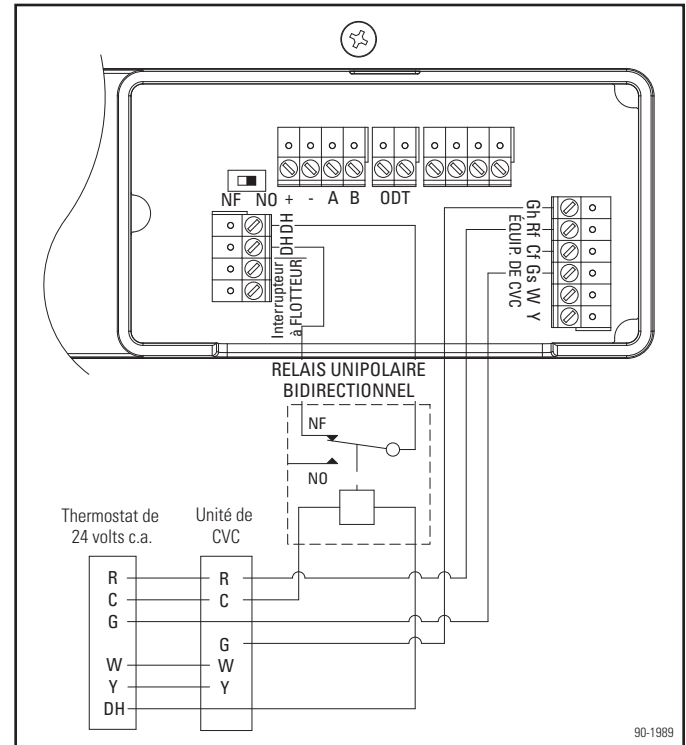

Figure 21. Connexions du thermostat de 24 volts c.a.
Tous les thermostats Lennox peuvent être utilisés comme régulateur externe avec un relais unipolaire bidirectionnel. Le relais recommandé porte le numéro de catalogue 69J79. Reportez-vous aux **Figures 21 et 22** pour voir le câblage avec relais unipolaire bidirectionnel.
**REMARQUE :** Tous les thermostats Lennox utilisent la logique inverse pour la déshumidification. Lorsque le système n'envoie aucune commande de déshumidification, le courant entre les bornes DH et C est de 24 volts c.a. Les **Figures 21 et 22** montrent la position du relais lorsque le système envoie une commande de déshumidification et une tension de 0 volt c.a. entre les bornes DH et C.